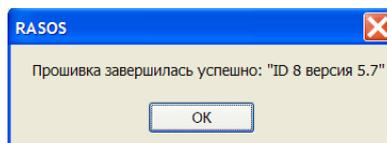

Рисунок 20 - Завершение записи «прошивки»
9) По окончании записи выводится отчет о результатах смены прошивки (рисунок 20). При успешной записи прошивки в отчете выводится сообщение «Прошивка завершилась успешно».